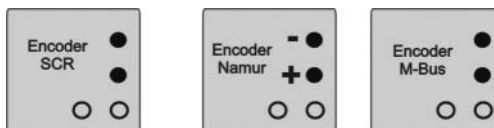

Figura 9: Adesivo Encoder
- Per effettuare il collegamento utilizzare solo cavi schermati (DIN EN 60079-14) e tenere conto della corretta configurazione dei pin (vedi targhetta adesiva accanto al coperchio della morsettiera terminale), Figura 9.